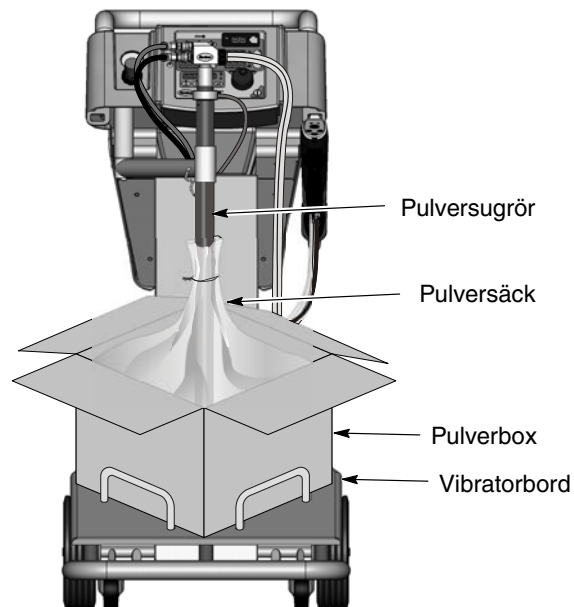

Bild 4-2 Insättning av pulverbehållare
2. Se bild 4-2. Placera en låda med pulver på vibratorbordet.